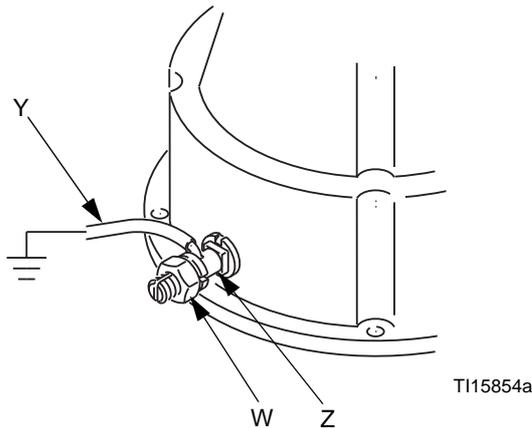

FIG. 1. Erdungskabel
**Pumpe:** Verwenden Sie einen Erdungsdraht mit Klemme. Siehe FIG. 1. Die Sicherungsmutter (W) des Erdungsstifts (Z) lösen. Ein Ende des Drahtes (Y) in den Erdungsstift schieben und die Mutter fest anziehen. Die Erdungsklammer mit einem guten Erdungspunkt verbinden. Bestellteilnr. 237569, Erdungsdraht mit Klemme.